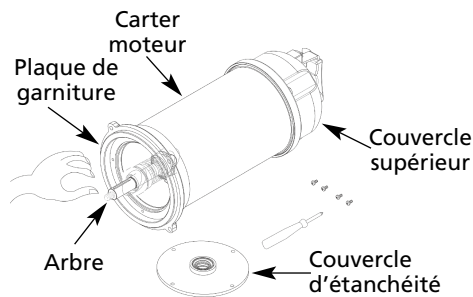
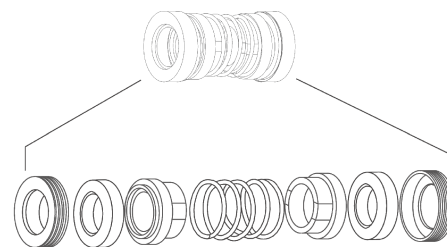

Figure 14
Figure 15 – Assemblage de la garniture mécanique
3. Pour exposer la garniture mécanique afin de l'examiner, utilisez la même procédure que pour le joint d'huile. Dévissez d'abord le couvercle d'étanchéité (Figure 14) en dévissant les 4 vis au sommet, et retirez le couvercle d'étanchéité et le joint torique. Retirez la garniture mécanique (Figure 15) de l'arbre. Examinez toutes les pièces de garniture mécanique et surtout les surfaces de contact. Inspectez le joint pour déceler des signes d'usure, tels qu'un motif d'usure inégal sur les pièces fixes, et des copeaux et des rayures à la surface de la garniture mécanique. Ne pas intervertir les composants de la garniture mécanique (Figure 15). Remplacez le joint mécanique complet et le joint torique lorsque les dommages sont évidents.